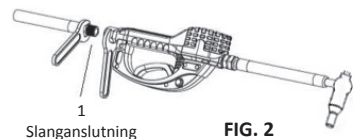

FIG. 2
2. Applicera gängtättningsmedel på slanganslutningens hangängor. Gänga slangen i svängtappen (1) och dra åt den ordentligt (FIG. 2). Se till att du låter tättningsmedlet härda enligt tillverkarens rekommendationer innan du släpper in vätska i systemet.